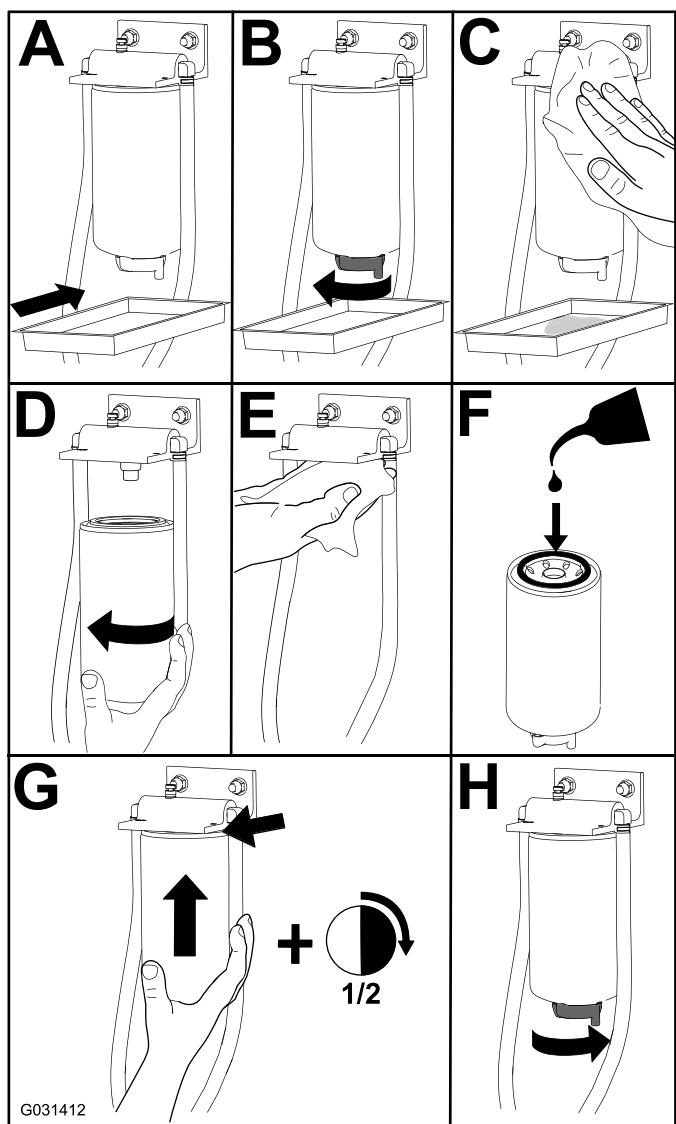

Figure 120
1. Remplacez le filtre comme montré à la Figure 120.